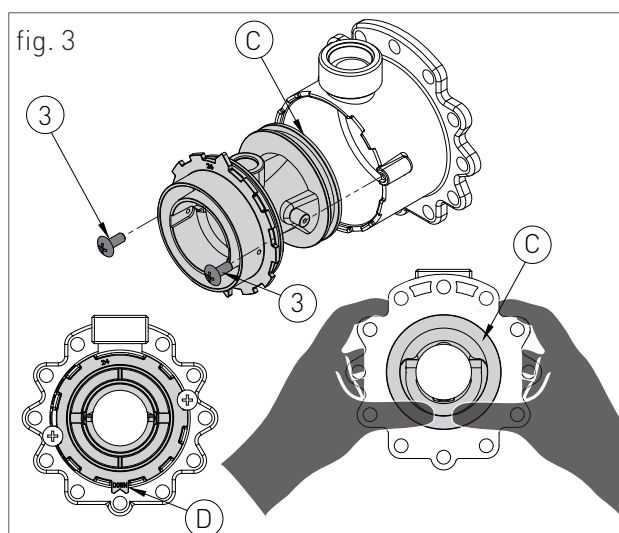

fig. 3
- › svitare le due viti '3' (fig.3) e fare pressione sul lato posteriore del corpo venturi 'C' (fig.3);
- › sostituire il corpo venturi con quello adatto al tipo di gas di rete (cod. 30-00207 per metano / cod. 30-00201 per GPL/ cod. 30-00199 per aria propanata) e assicurarsi che l'orientamento del dente 'D' (fig.3) sia verso il basso sulla ghiera in alluminio (vedi fig.3);